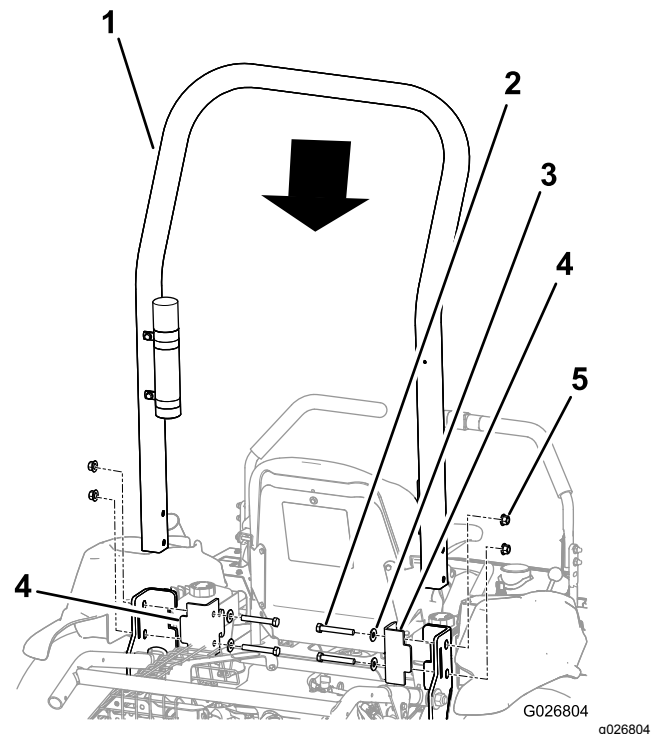

Figure 6
2. Placez l'arceau de sécurité sur la machine, comme montré à la Figure 6.